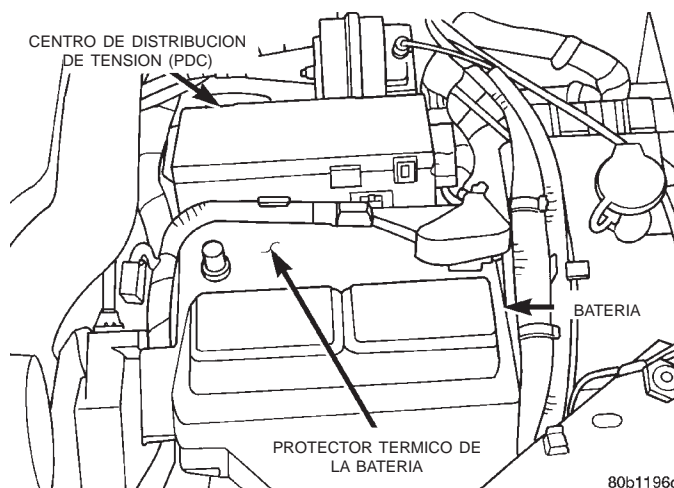

Fig. 17 Fijación del PDC en el protector térmico
(1) Desconecte el cable negativo (masa) de la batería y aíslalo.
(2) Retire el centro de distribución de tensión (PDC) (Fig. 17) del protector térmico de la batería. El PDC se retira destrabando los dos collarines de retención que lo fijan en el protector térmico y tirando en sentido recto hacia arriba, separándolo del protector térmico.
(21) Instale el centro de distribución de tensión (PDC) (Fig. 17) en el protector térmico de la batería. El PDC se instala presionando rectamente hacia abajo, hasta que los dos collarines de retención que lo fijan en el protector térmico se apestillan en el protector térmico.
(22) Conecte el cable negativo (masa) en la batería.
(23) Purgue los sistemas hidráulicos de freno básico y de frenos ABS. Para informarse sobre los procedimientos requeridos, consulte Purga de sistema hidráulico de freno básico de la sección Frenos básicos y Procedimiento de purga del sistema hidráulico de frenos antibloqueo en los procedimientos de servicio de la sección Frenos antibloqueo.
(24) Llene el cilindro maestro hasta el nivel correcto.
(25) Pruebe el vehículo en carretera para estar seguro del funcionamiento correcto de los sistemas de frenos básico y ABS.